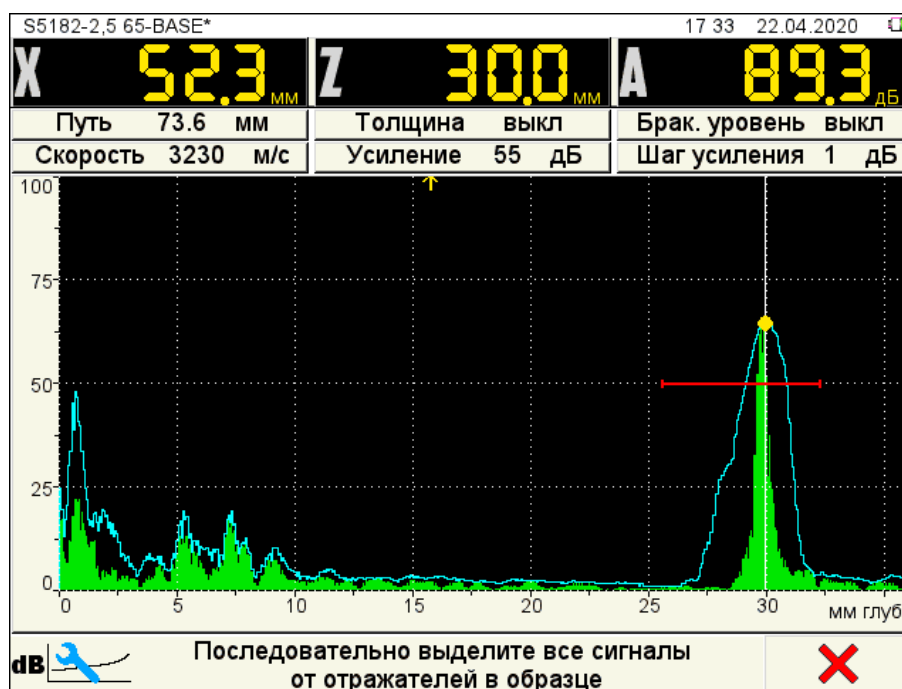

Рисунок 51
- повторить процедуру создания узловой точки для следующего отражателя (рисунок 51).